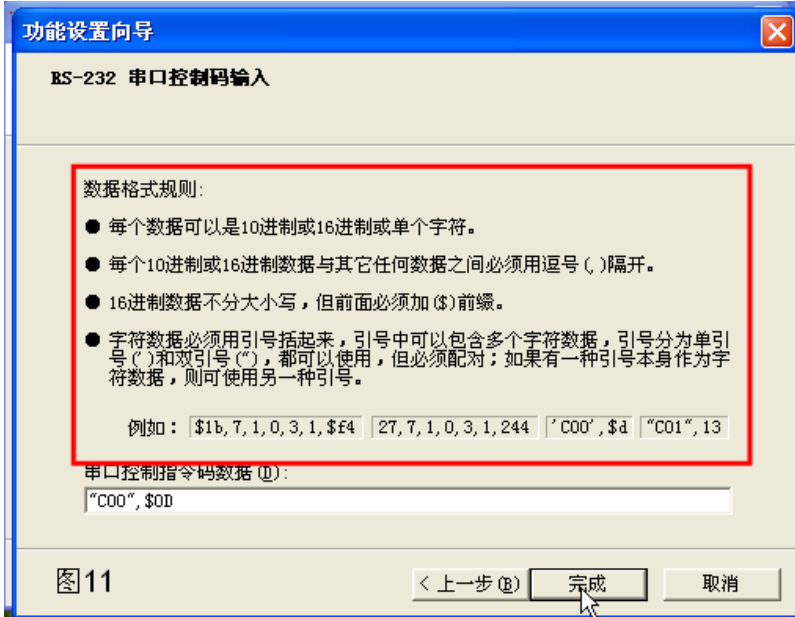

图 11
6) 输入开投影机控制指令“C00”, \$0D, 点击“完成”。如图 11